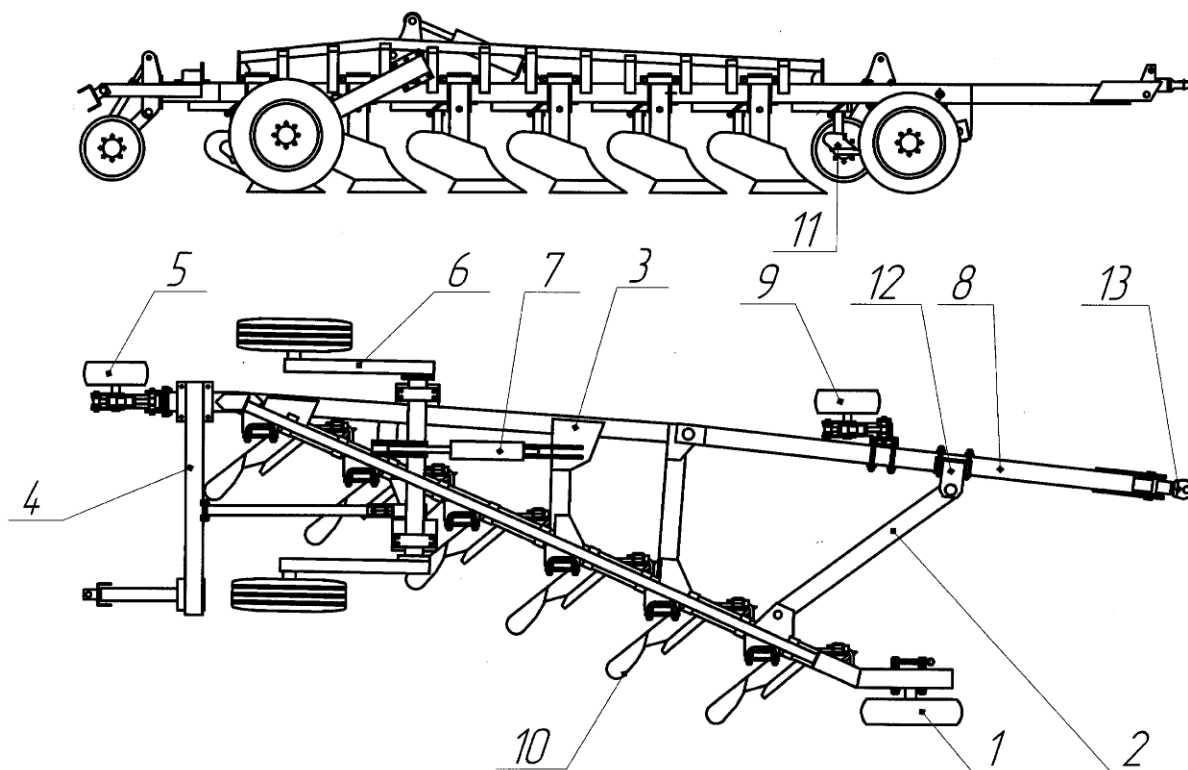

Рисунок 1- Плуг ПП-(9+2)х35.
1.6. Основным несущим звеном плуга является рама п.3 рис. 1. В задней части рамы, болтами, крепится брус навески катков п.4 и колесный механизм задний п.5. В передней части плуга крепиться, при помощи растяжки п.2, брус продольный п.8, колесный механизм полевой п.9 и колесо бороздное. Основным рабочим органом плуга является плужный корпус п.10. Также на плуг можно устанавливать предплужники п.11. Перевод плуга из транспортного положения в рабочее и обратно, осуществляется транспортным колесным механизмом п.6.
Если в работе заднюю часть плуга разворачивает в лево, тогда необходимо серьгу фаркопа сместить в право, а если заднюю часть плуга разворачивает в право, тогда серьгу фаркопа необходимо сместить в лево. Эта регулировка осуществляется перемещением фиксатора растяжки п.12 рис.1 по брусу продольному п. 8. При правильной регулировке, рама плуга должна идти без уводов в стороны и параллельно поверхности почвы, а плужные корпуса вспахивают почву на одинаковую глубину.